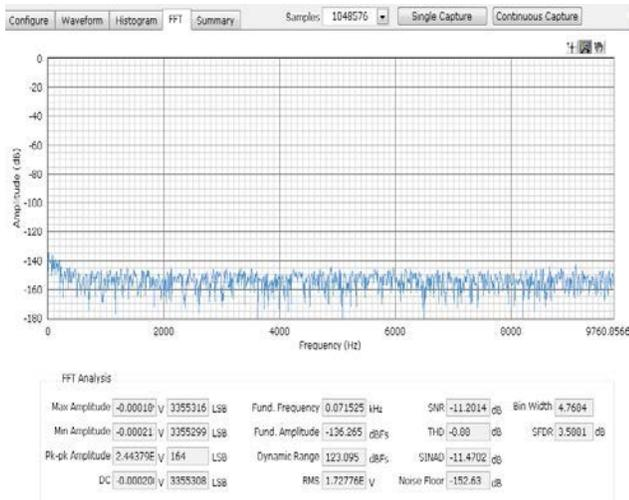
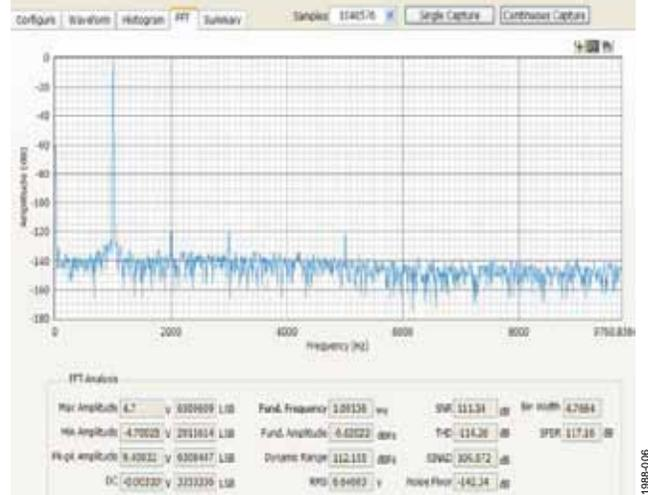
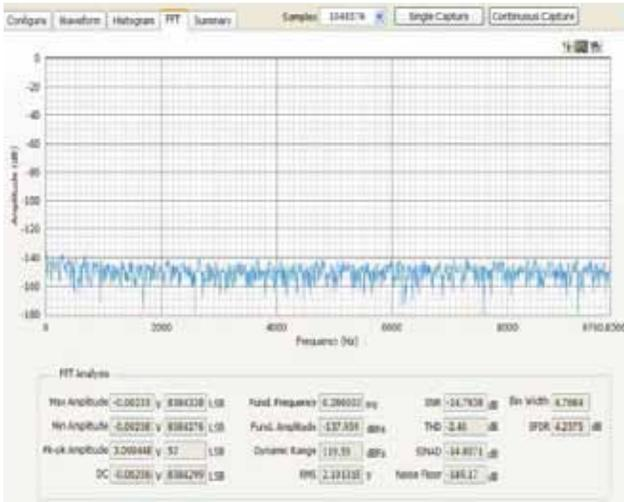
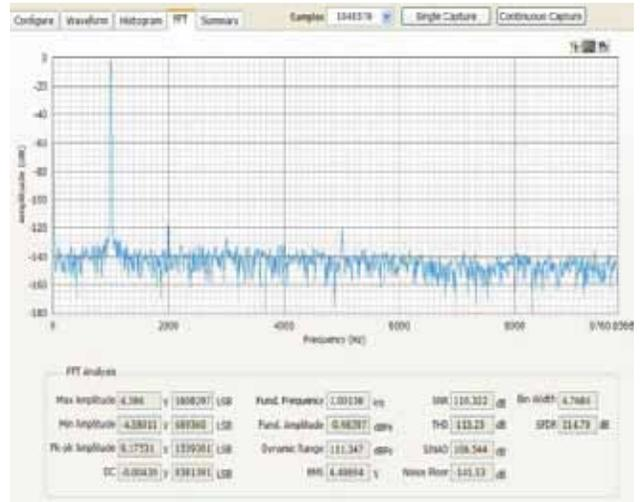

图5. 无输入信号时的AD7960过采样FFT输出(OSR = 256, REF = 5 V)
图6. $f_{IN} = 1$ kHz时的AD7960过采样FFT输出(OSR = 256, REF = 5 V)
图7. 无输入信号时的AD7961过采样
图8. $f_{IN} = 1 \text{ kHz}$ 时的AD7961过采样
从直流到 $f_s/2$ 范围内的信号频谱以及平坦噪声如图5和图7所示，表示可对噪声进行过滤，使其降低至 $f_s/(2 \times OSR)$ ，以改善动态范围和SNR。此时，过采样动态范围是峰值信号功率与ADC输出FFT测量的噪声功率之比，测量范围为直流至 $f_s/(2 \times OSR)$ ，其中 f_s 表示ADC吞吐速率。
AD7960和AD7961数据手册分别列出了100 dB和196 dB的典型动态范围, 基准电压为5 V。因此, 理论上, 256倍过采样可提升24 dB动态范围。在实际中, 这些器件测得的过采样动态范围分别为123 dB和120 dB(见图5和图7), 在19.53 kSPS输出数据速率下进行256倍过采样时无输入信号。与理论计算相比, 测得的过采样动态范围低1 dB至2 dB。来自信号链组件、输入源和印刷电路板(PCB)的低频噪声限制了总动态范围性能。采用1 kHz满量程正弦波输入信号时, 这些器件分别可获得约112 dB和111 dB的过采样SNR(见图5和图7)。
- 更改图5和图6 3
- 增加图7和图8; 重新排序编号 4